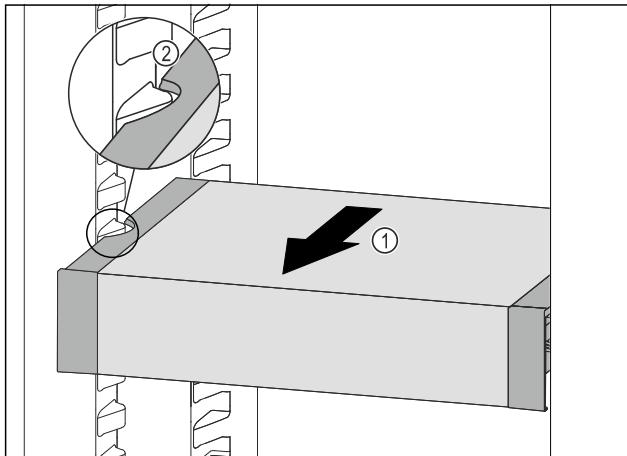

Fig. 88
- Вытягивайте VarioSafe вперед Fig. 88 (1), пока боковые выемки VarioSafe не окажутся на высоте выступа резервуара в холодильном отделении. Fig. 88 (2)